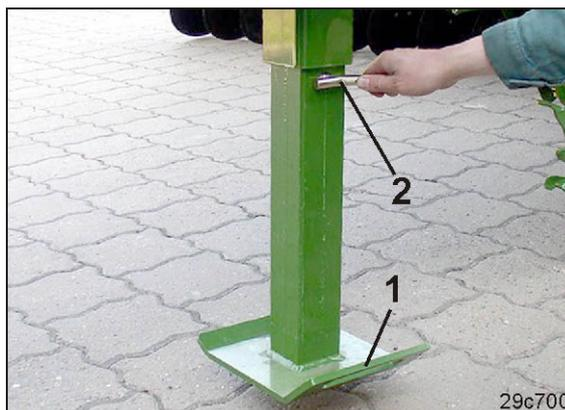

Fig. 152
6. Den Stützfuß (Fig. 152/1) festhalten und den Absteckbolzen (Fig. 152/2) entfernen.